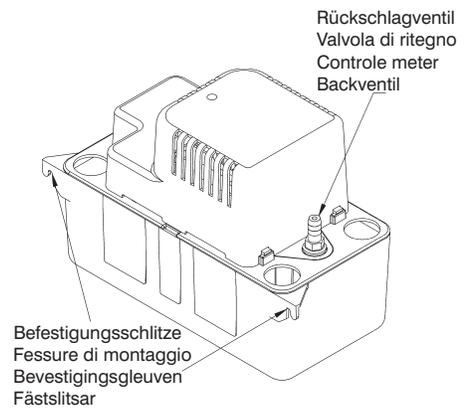

Fig. 11
2. Pumpenmontage: der Tank ist mit zwei schlitzen versehen, mit deren Hilfe das gerät montiert wird. Diese schlitze befinden sich am ende der tankab (Fig. 11). Das gerät sollte entweder an der seite der klimaanlage oder an einer nahen wand montiert werden. Die Pumpe muß sich in ebener lage befinden, und der einlaß muß unterhalb der ablaufspule liegen. Leitungsmaterialien aus metall sind mit dem plastik-pumpengehäuse nicht kompatibel.
der Kondensateinheit führen. Dies bewirkt einen Saugbeeffect, der die Wirksamkeit der Kondensateinheit verbessert und in den meisten Fällen ein Rückströmventil überflüssig macht (Fig. 11). Falls die Ausflußleitung nicht schräg nach unten gezogen werden kann, ist direkt über der Pumpe an deren höchstem Punkt ein Wasserverschluß in Form eines umgekehrten "U" herzustellen.
2. Montaggio della pompa: il serbatoio è dotato di due fessure per il montaggio dell'unità. Le fessure si trovano all'estremità del serbatoio (Fig. 11). L'unità dovrebbe essere montata a fianco del condizionatore dell'aria o su una parete vicina. La pompa dev'essere perfettamente orizzontale e l'ingresso deve trovarsi sotto lo scarico della serpentina. I raccordi non sono compatibili con l'involucro in plastica della pompa.